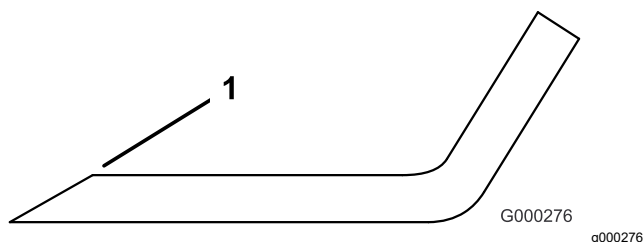

Figure 95
3. Examinez les tranchants de toutes les lames et aiguissez-les s'ils sont émoussés ou ébréchés (Figure 95).
Remarque: N'aiguissez que le haut du tranchant et conservez l'angle de coupe d'origine pour obtenir une coupe nette (Figure 95). Limez la même quantité de métal sur chacun des deux tranchants pour ne pas déséquilibrer la lame.